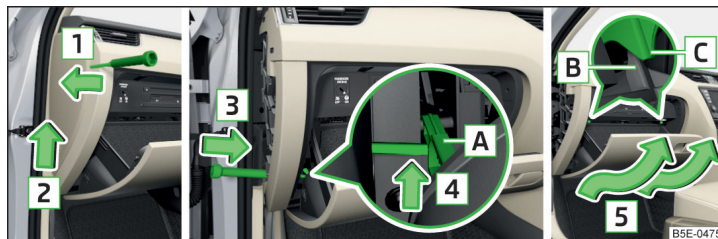

Fig. 326 Compartimento guardaoobjetos en el lado del acompañante
- Introduzca un destornillador debajo de la cubierta lateral » fig. 326.
- Introducir el tope **B** del compartimento guardaoobjetos detrás de los apoyos **C** » fig. 326.